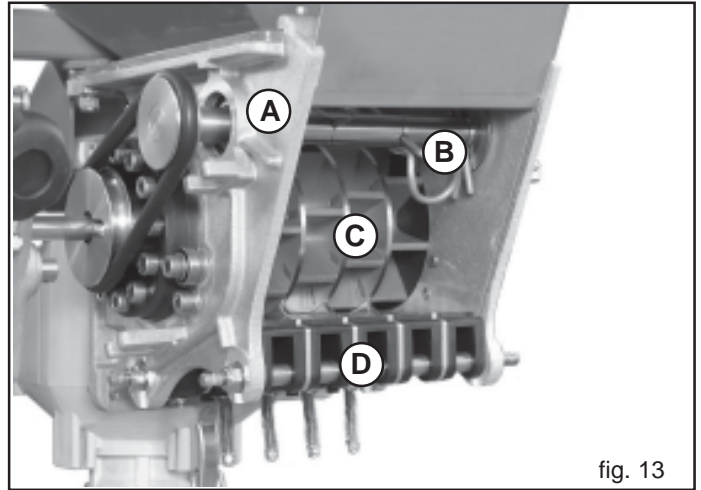

fig. 13
3.3.1 DOSIER (Abb. 13)
Die Rührwelle arbeitet mit einem Rührdurchmesser von 85mm und 4 Röhrelementen. (gewinkelte Federstecker) Bei zu aggressiver Rührwirkung kann durch Herausnehmen der beiden mittleren Rührstecker die Rührwirkung halbiert werden (B, Abb.13).